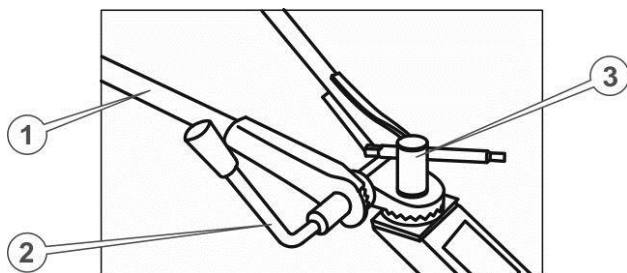

Рис. 7. – Регулювання кута керма
8. Звільнити кермо від пакувальної плівки. Відкрутити затискну гайку з важелем і витягнути стяжний болт. Встановити кермо на рульову стійку центрального вузла, попадаючи зубцями в зубці (див. Рис. 7.), вставити стяжний болт так, щоб його головка зайшла в шестигранне поглиблення в